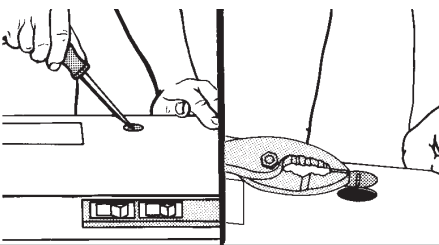

FIG. 3
- (40000 hood **ONLY**) Remove duct knockout. Insert screwdriver under edge of knockout, break tabs, and peel knockout back with pliers. (FIG. 3)
- (40000 hood **ONLY**) Install damper/duct connector over opening made in STEP 4. Use #8B sheet metal screws provided. (FIG. 3)
- (**SOLAMENTE** extractores modelo 40000) Retire el tapón trasero superior. Coloque un desarmador debajo del extremo del tapón, rompa los apéndices y retire el tapón con unas pinzas. (FIG. 3)
- (**SOLAMENTE** extractores modelo 40000) Instale el conector del ducto/regulador sobre la abertura hecha en el PASO 4. Utilice el tornillo de lámina negra #8B proporcionado en la bolsa de plástico. (FIG. 3)